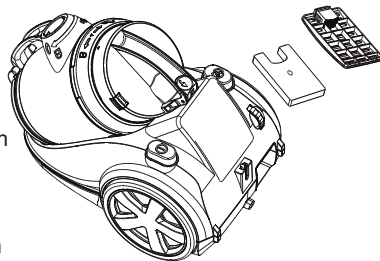

Abbildung 12 Entfernen des Ausblasfilters
2. Öffnen Sie den Deckel des Ausblasfilters durch Ziehen an der Deckellasche. Ziehen Sie den Ausblasfilter aus dem Gerät heraus, siehe Abbildung 12.